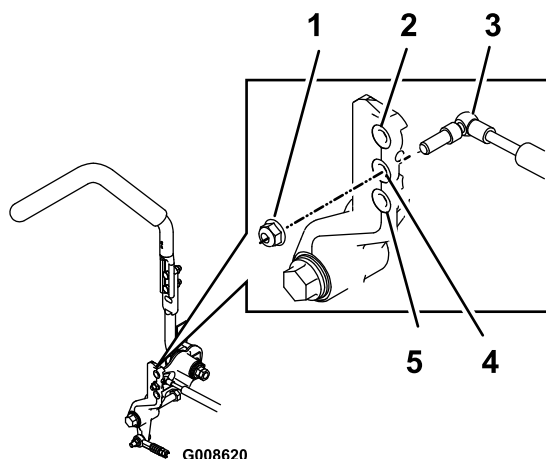

Bild 62
1. Schraube (4)
3. Entfernen Sie die Sicherungsmutter, verschieben Sie die Befestigungsschraube für den Stoßdämpfer auf die gewünschte Stellung und setzen Sie die Sicherungsmutter ein. Die Befestigungsoptionen finden Sie in Bild 62.